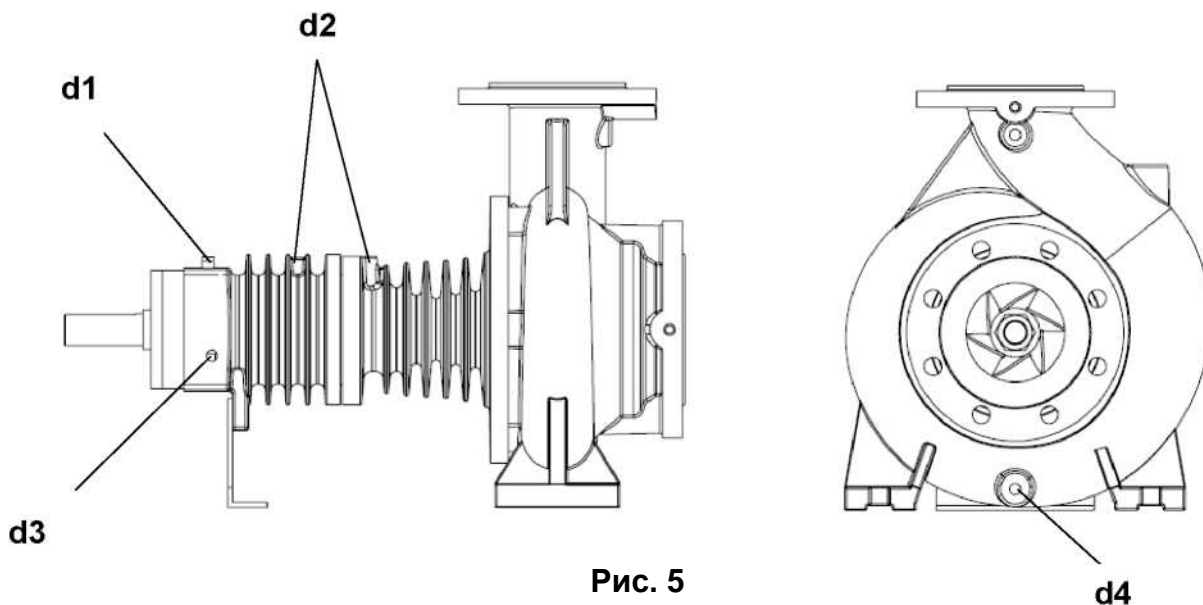

Рис. 5
- В каждом насосе есть штуцеры для опорожнения насоса и устранения утечек в уплотняющем слое (**Рис. 5**). Эти соединения могут быть подсоединены к сливному баку с помощью труб, при необходимости. В трубе, которая используется для разгрузки насоса, должен быть запорный клапан. Этот клапан и труба должны быть рассчитаны на максимальное рабочее давление насоса.